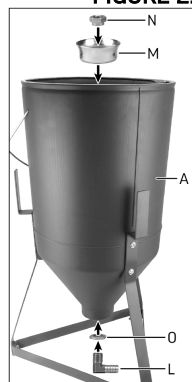

FIGURE 3.
4. Placez la bague de cuve (M) et l'écrou de réglage supérieur (N) au fond du godet de la trémie en plastique (A). Vissez le raccord coudé (L) dans la bague de cuve jusqu'à ce qu'il soit bien serré à l'aide de l'écrou de réglage inférieur (O). Consultez la figure 3.